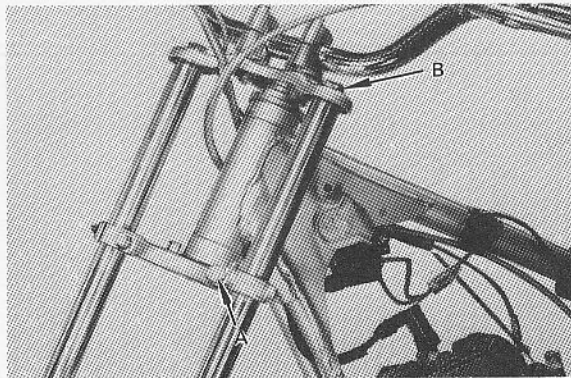

Fig. 5-6-2
1. Remove the front wheel and front fender. Loosen Bolt A, and remove fork cap bolt B. The fork legs can now be removed. (Fig. 5-6-2)
1. Enlever la roue avant et le garde-boue avant. Deserrer le boulon A, et enlever le boulon à chapeau B de la fourche. Les branches de la fourche peuvent être alors démontées. (Fig. 5-6-2)